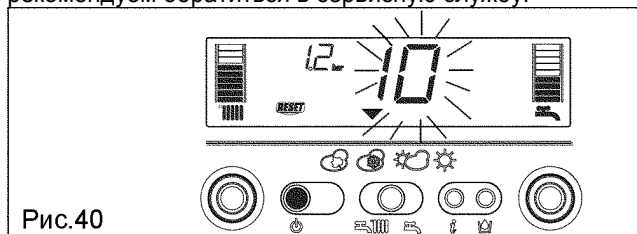

Рис.40
2) Отображается только символ (рис. 40)